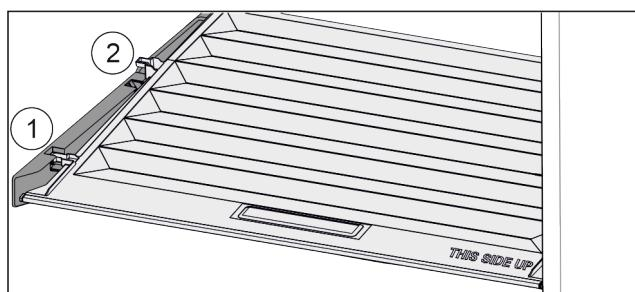

Fig. 124
- Кришку до отвору в деталях для підтримки потягнути вперед Fig. 124 (1).
- Підняти ззаду знизу та вийняти Fig. 124 (2) вгору.